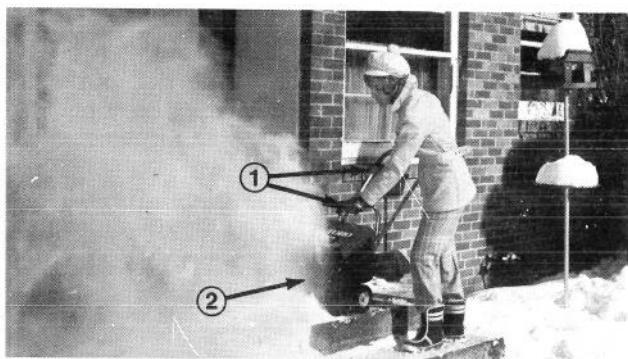

Abb. 10
5. Beim Räumen von Stufen oder tiefen Verwehungen hält man das Gerät am unteren und oberen Griffbügel und arbeitet mit Schwenkbewegungen (Abb. 10).